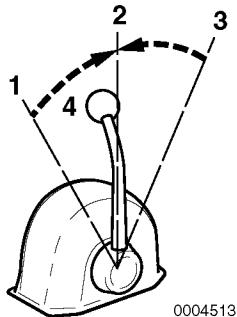

Figure 3
Usare la leva dell'acceleratore (**Figure 3, (4)**) per accelerare e decelerare. Muovere la leva lentamente.
2. Quando si sposta la leva da AVANTI (**Figure 3, (1 o 3)**) a INDIETRO (**Figure 3, (3 o 1)**), portare la frizione su FOLLE (**Figure 3, (2)**) e attendere prima di passare gradualmente alla posizione desiderata. Non cambiare MAI di colpo da AVANTI a INDIETRO o viceversa.